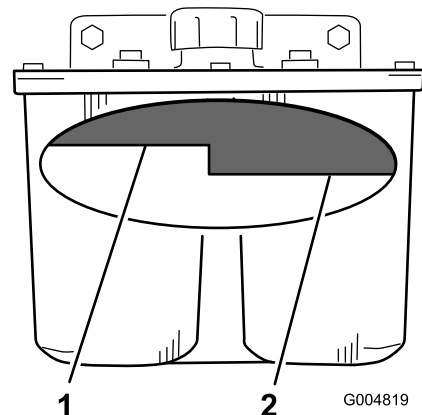

Figura 86
3. Limpie la zona alrededor del cuello de llenado del depósito hidráulico (Figura 86).
4. Retire el tapón del cuello de llenado y mire dentro para ver si hay fluido en el depósito (Figura 86).
Nota: El nivel de fluido debe llegar a la parte superior del nivel caliente del tabique cuando el fluido está caliente (Figura 86).